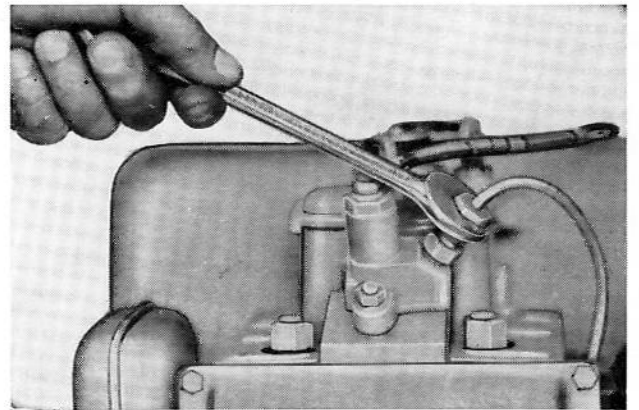

Fig. 85
- Purger l'air de la tubulure de refoulement, desserrant le raccord de l'injecteur et en faisant tourner alternativement le volant entre le PMH et le point de début du pompage (fig. 77) en phase de compression, jusqu'à ce que le combustible déborde (fig. 85).